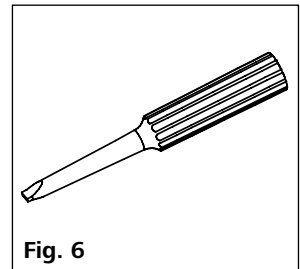

Fig. 6
- Schraubendreher (für Sicherheitskreis) (siehe Fig. 6)